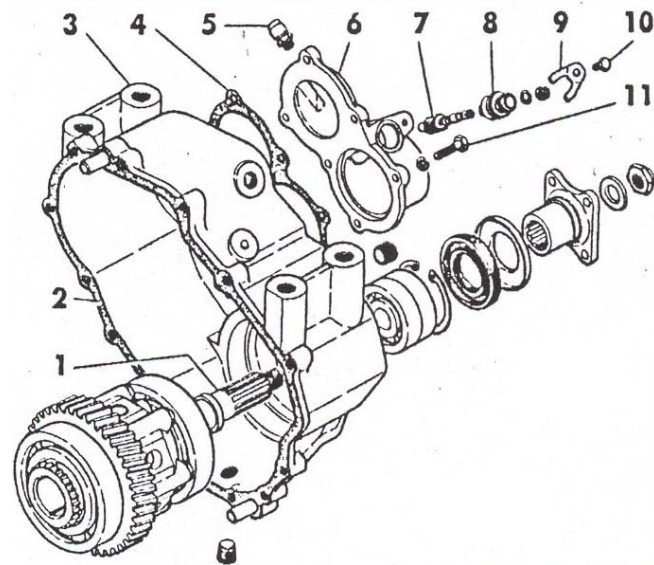

Рис.6.8 Детали заднего картера раздаточной коробки:
- отвернуть болты 11 (рис. 6.8) крепления задней крышки 6 подшипника первичного вала и снять заднюю крышку;
При разборке задней крышки коробки привода заднего ведущего моста (при исполнении с водомётom - передней крышки) необходимо отвернуть болт 10 (рис. 6.8) и снять стопор 9, после этого извлечь из крышки штуцер 8 и ведомую шестерню 7 привода спидометра.